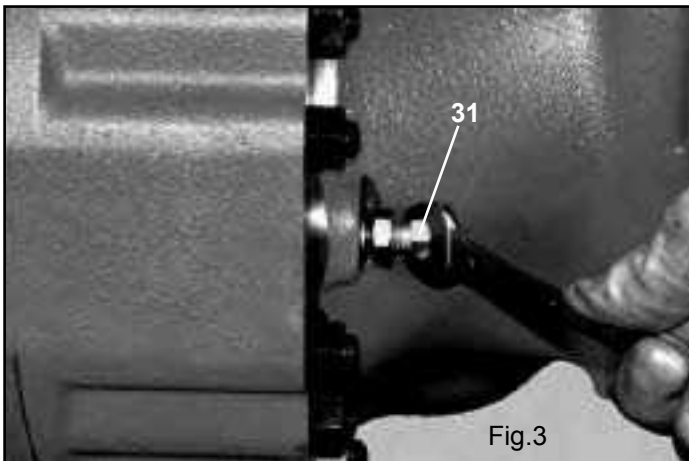

Fig.3
Utilizzando una chiave, avvitare le viti (31) in modo alternato di 1/4 di giro alla volta, per comprimere le molle a tazza e liberare i dischi di frenatura fig.3.